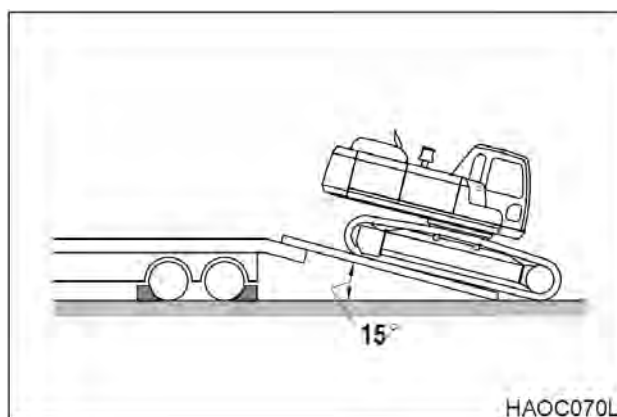

Рис. 10
4. Машина не требует демонтажа при стандартной транспортировке по дорогам. При необходимости демонтировать стрелу и рукоять противовес утяжелит заднюю часть машины. При погрузке следует подавать машину на трейлер так, чтобы задняя часть экскаватора с противовесом оказалась на пандусе сначала. См. рис. 10.